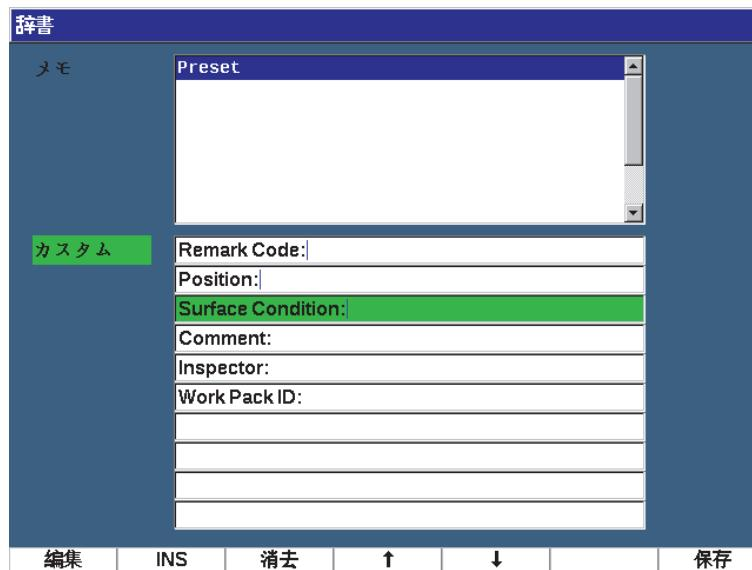

図 10-15 メモ辞書ページ
4. 辞書ページで、次へを使用しカスタムラベルの中から 1 つを選択します（221 ページの図 10-15 参照）。
5. INS (P2 キー) を押し、カスタムラベルをメモに挿入し、メモ設定ページの 1 ページ目に戻ります (221 ページの図 10-15 参照)。